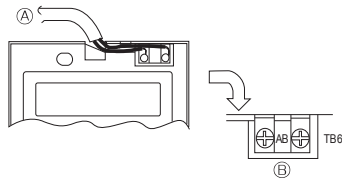

Fig. 6-4
2) ขั้นตอนการต่อ (Fig. 6-4)
① ต่อสายรีโมทคอนโทรลเข้ากับเทอร์มินัลบล็อก
- (A) ที่ TB5 บนเครื่องภายใน
- (B) TB6 (ไร้ขั้ว)